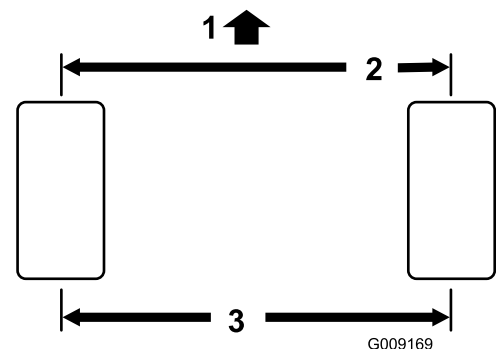

Figura 48
5. Mida la distancia entre los neumáticos delanteros a la altura del eje, en la parte delantera y trasera de los neumáticos (Figura 48).